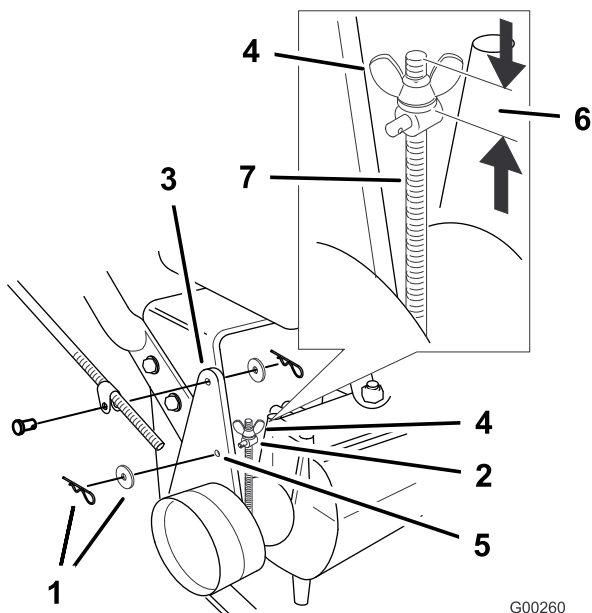

Figure 46
Remarque: Pour le réglage initial, ajustez l'écrou à oreilles jusqu'à ce qu'il soit à 32 mm (1-1/4 po) du haut de la tige (Figure 46).
5. Pour régler le frein, enlevez la goupille fendue et la rondelle du levier et du tourillon (Figure 46).
8. Placez le tourillon dans le trou F (Figure 46). Serrez l'écrou à oreilles.
9. Fixez le tourillon au levier de frein à l'aide de la rondelle et de la goupille fendue (Figure 46).